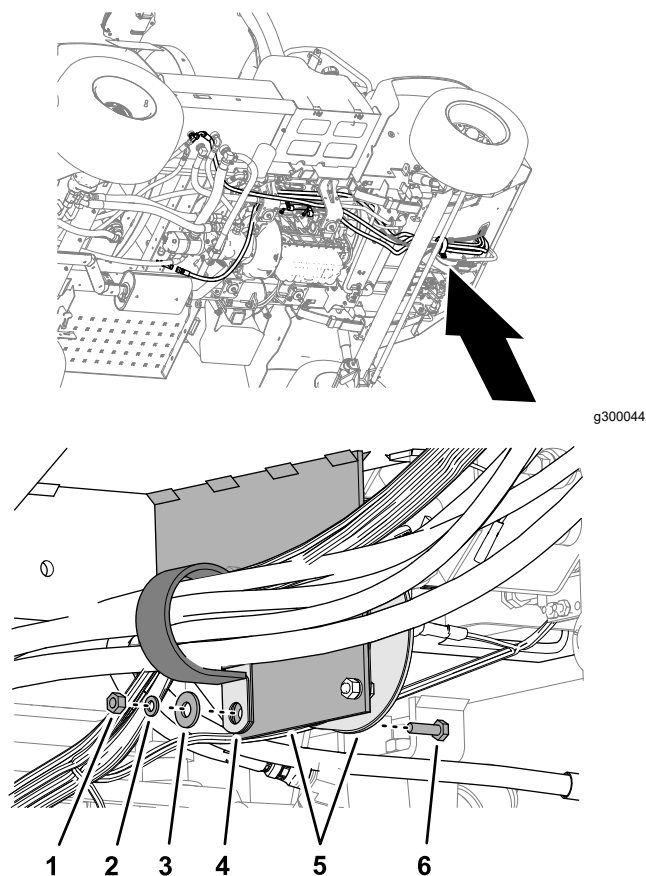

**Figura 135**
6. Monte a união de 90° do tubo 6 x 2819 mm na união reta, e aperte a união do tubo (Figura 135).